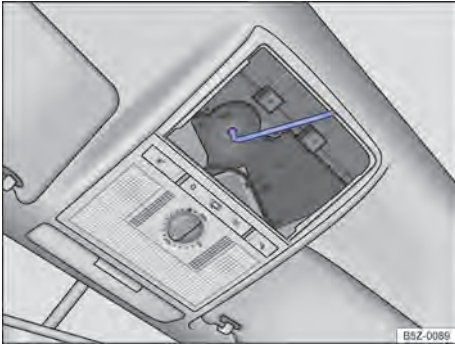

Fig. 155 Parafuso sextavado para fechamento do teto solar.
- Encaixar uma chave sextavada comum de tamanho de 4 mm no parafuso sextavado → Fig. 155.